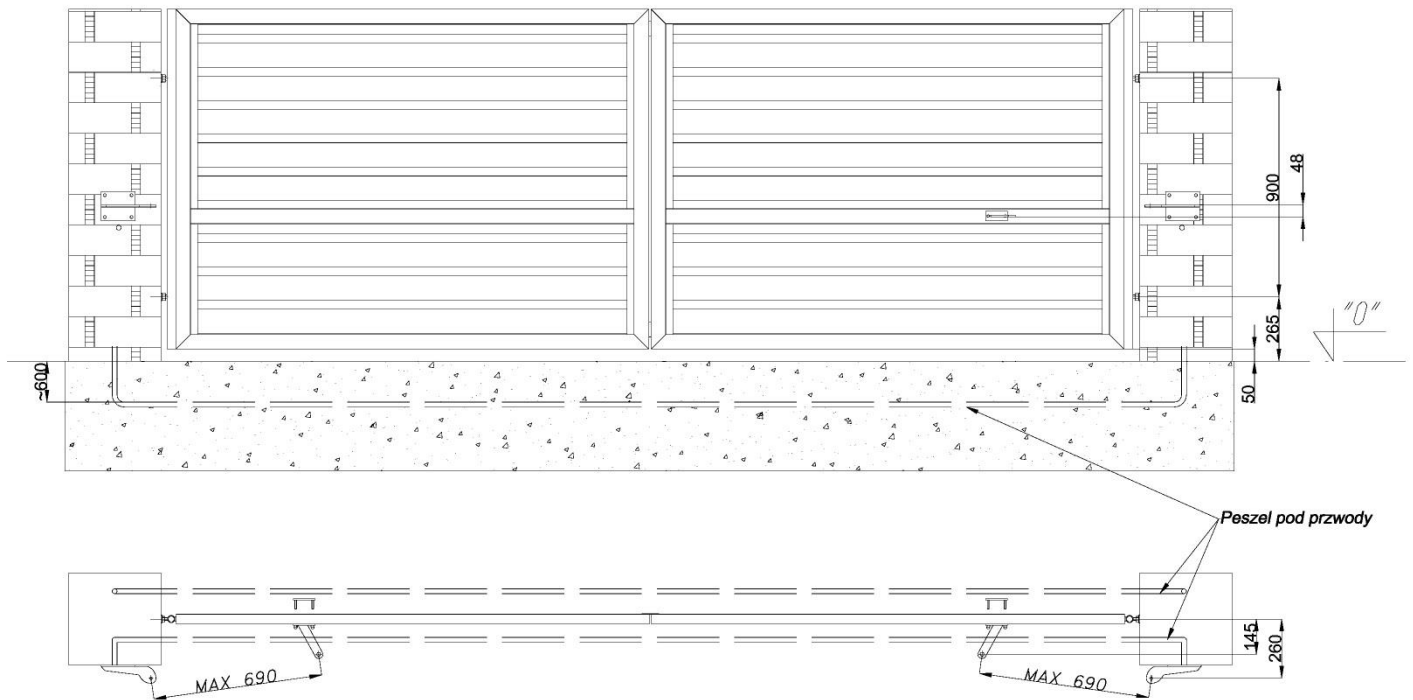

Rys. 12
2. *Ważną rzeczą jest, aby murując słupy wykonać okablowanie pod automatyzację, nawet jeśli brama ma zostać zainstalowana w wersji do otwierania ręcznego. Umożliwi to zautomatyzowanie bramy w dowolnym momencie bez konieczności przebudowywania słupów. (Rys. 12).*